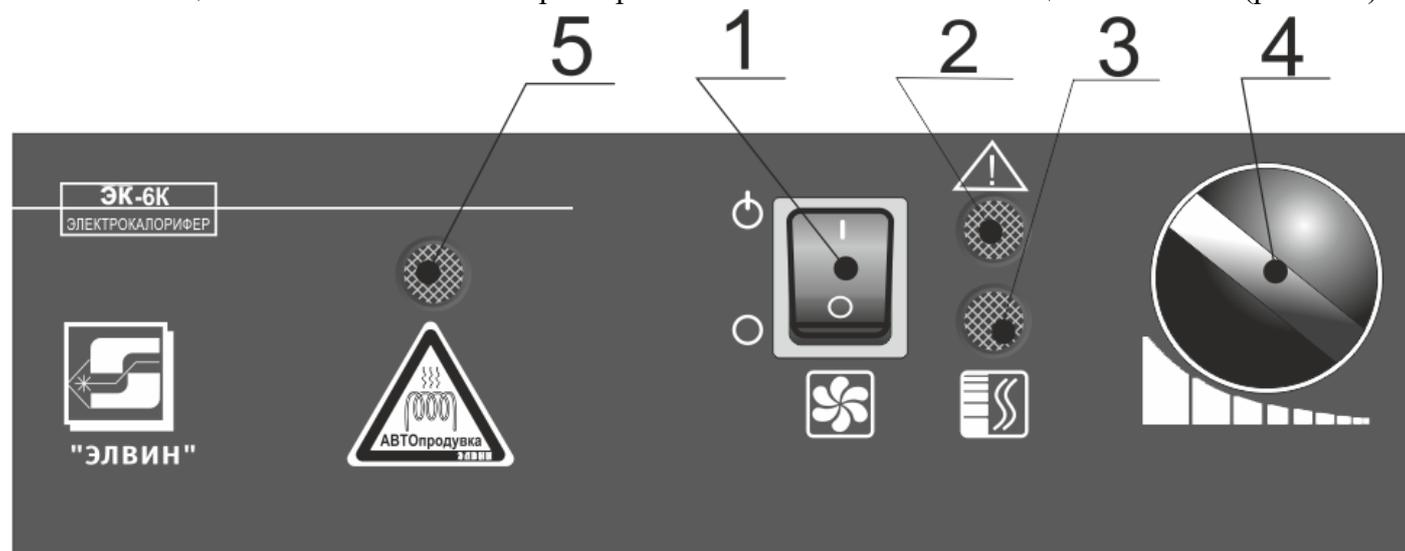
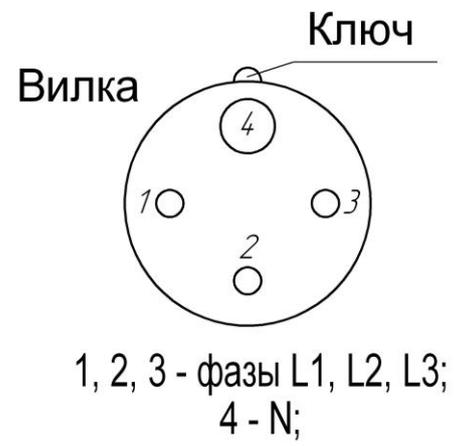

Рис. 2. Передняя панель управления
Рис. 3. Схема контактов на вилке
6.1. Тепловентилятор имеет соединительный шнур с разборной штепсельной вилкой и штепсельной розеткой. Длина шнура – 2,2 м, номинальное поперечное сечение проводника – не менее 1,5мм². Подключить розетку, входящую в комплект тепловентилятора, через кабель с сечением не менее 1,5мм², к стационарной электросети (см. рис.2; рис.3 приложения).
6.2. Установить клавишу (см. рис.2) включения вентилятора (1) в положение «○». Ручку терморегулятора (4) повернуть в крайнее против часовой стрелки положение.
Установить клавишу (1) включения вентилятора (см.рис.2) в положение «I», при этом начинает работать вентилятор и загорается подсветка клавиши.
В случае ненормальной работы тепловентилятора встроенный в схему термоограничитель с самовозвратом отключает нагревательные элементы и электродвигатель, при этом загорится сигнальная лампочка включения защиты (1) (см. рис.2).